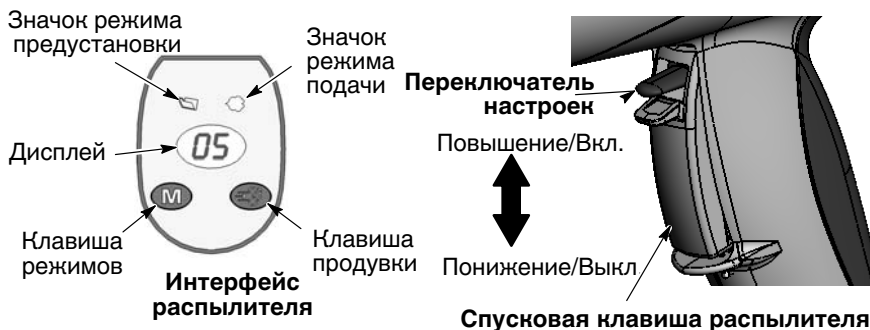

Рис. 4-3 Органы управления распылителем
- См. рис. 4-3. Отпустить спусковую клавишу распылителя. Предустановки не могут переключаться, пока активизирован распылитель.
- См. рис. 4-3. Нажимать клавишу **Режим**, пока не высветится значок **Режим подачи**.
- См. рис. 4-3. Направить распылитель в камеру и отпустить спусковую клавишу распылителя.